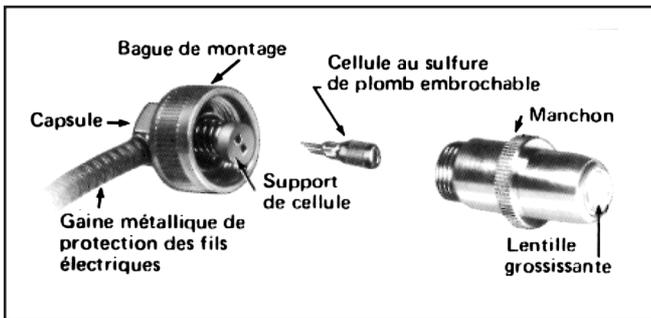

Fig. 8. Installation d'une cellule au sulfure de plomb
Dévisser le manchon de la capsule, embrocher la cellule dans le support cellule, et visser le manchon sur la capsule (Fig. 8). Le manchon comprend aussi une lentille grossissante pour concentrer les radiations disponibles sur la cellule.
4. Si l'appareil de mesure donne encore une valeur trop faible, remplacer la cellule au sulfure de plomb (Fig. 8) par une autre ayant une plus grande sensibilité.
1. Remplacer la cellule au sulfure de plomb (Fig. 8) et revérifier le signal de flamme.